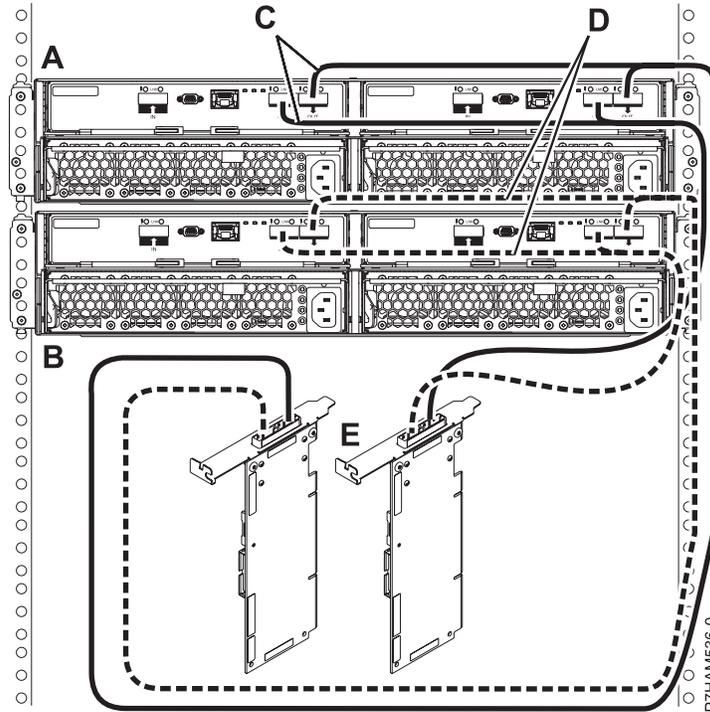

Figura 38. Conexión en la modalidad 1 mediante cables YO de dos alojamientos de unidades de disco 5887 con un par de adaptadores SAS
12. Realice la conexión en la modalidad 1 de dos alojamientos de unidades de disco 5887(A y B) utilizando cables YO (C y D) con un par de adaptadores SAS (E), tal como se muestra en la Figura 38 en la página 82.